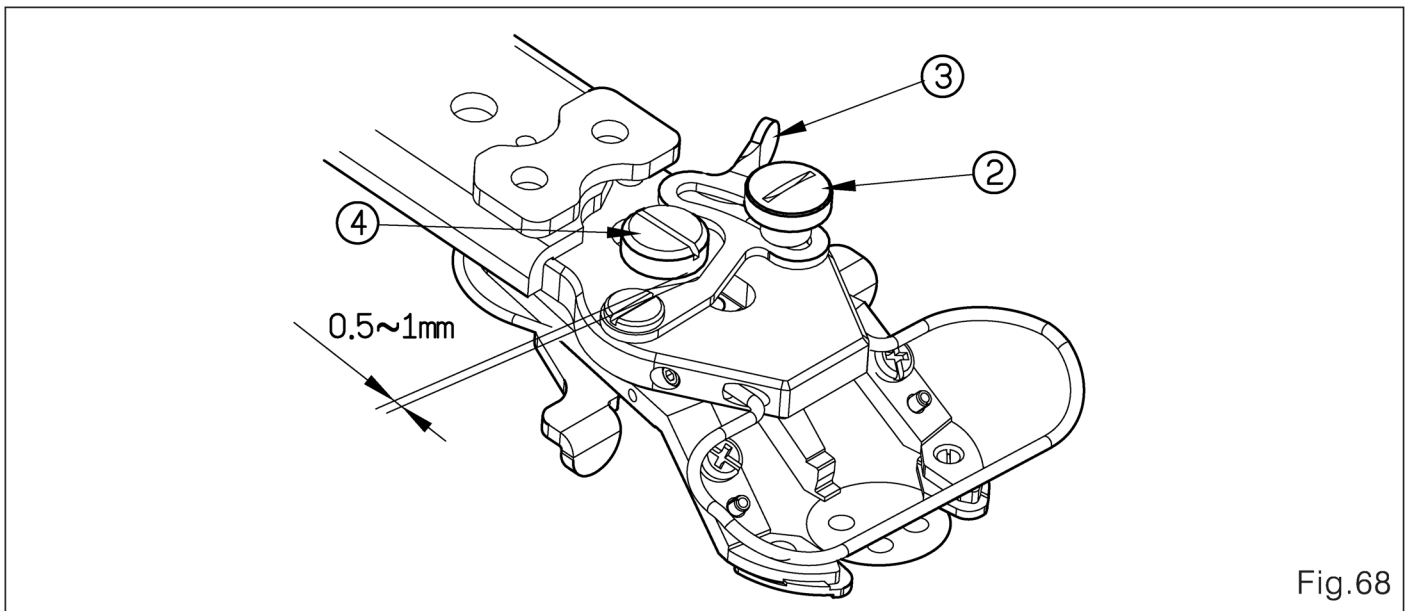

Fig.68
8. Ajuste o grampo fixo da base (Fig.68)